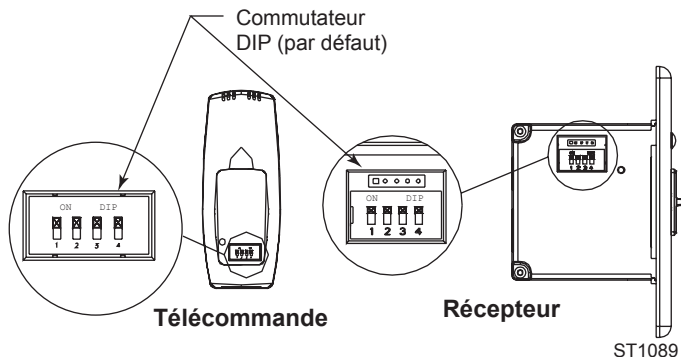

Fig. 59 Les commutateurs de la télécommande doivent correspondre aux commutateurs de récepteur.
- Glissez les commutateurs de code se trouvant sur la télécommande et le récepteur à la position ON (marche) ou OFF (arrêt). Les commutateurs 1, 2, 3 et 4 de la télécommande et du récepteur sont pré-réglés à la position ON (marche). (Fig. 59)